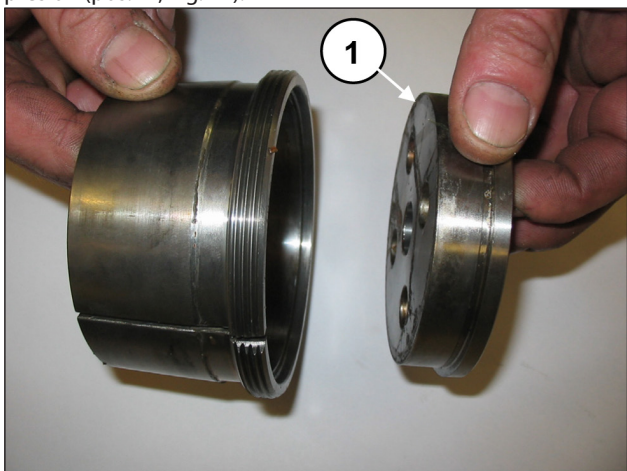

Fig. 22
Separar la brida que bloquea el casquillo del casquillo de presión (pos. ①, Fig. 22).